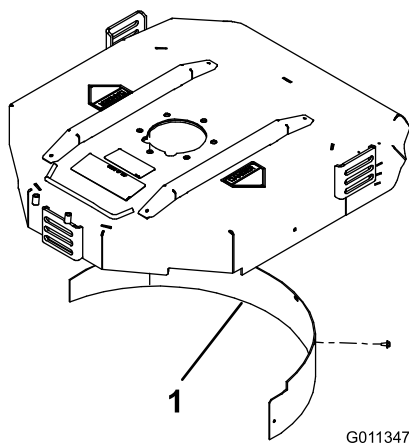

Figura 8
2. Instale el deflector de mulching en el hueco trasero y fíjelo con 5 pernos con arandela prensada (Figura 8).